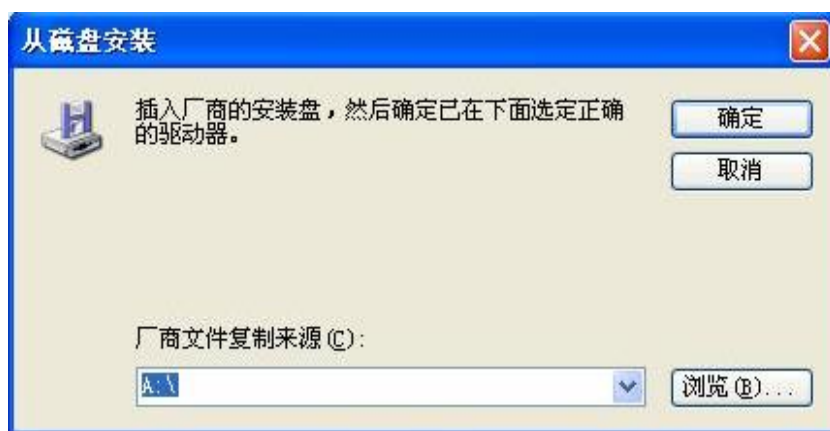
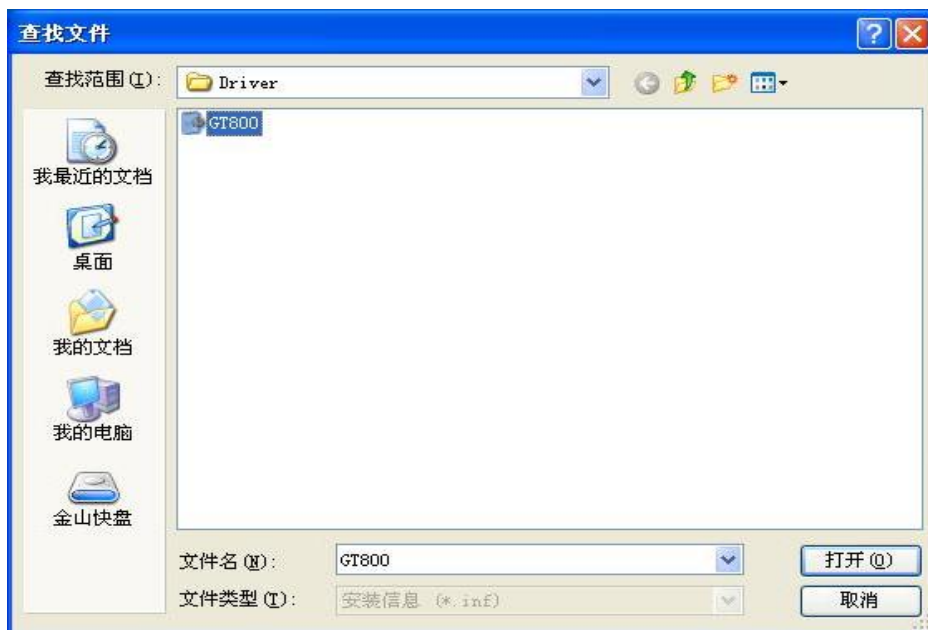

图 2-5 运动控制器驱动程序安装界面 5
图 2-6 运动控制器驱动程序安装界面 6
(7) 如图 2-5 所示点击“浏览(B)...”，选择驱动所在的路径 D:\driver 如图 2-6 所示。